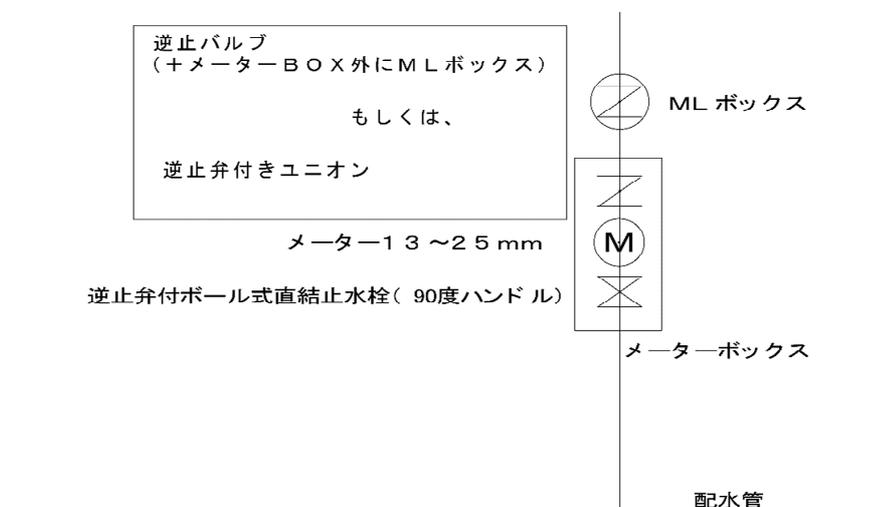

図6-7 逆止弁設置参考図(13～25mm用)
- (1) 直結式給水方式によるものについては、専用・共用、又は連合給水装置ごとに1個とし、メーターの口径は、給水管と同口径とする。ただし、管理者が認めた場合はこのかぎりでない。
- (2) メーターは、官民境界から1m以内で道路側の門・玄関に近接した宅地内の検針が容易な場所に設置すること。ただし、管理者が認めた場合はこのかぎりでない。
- (3) メーターを傾斜して取り付けると感度の低下や耐久力を減ずる原因となるので、水平に取り付けること。
- (4) メーターは、検針及び取替えが容易であり、汚染又は外荷重による破損の恐れがない位置であること。
- (5) メーターは、車の通行しない場所に設置すること。
- (6) 共同住宅等に数個のメーターを並べて設置する場合は、メーターのボックスに部屋番号等を記入し、わかりやすくすること。
- (7) 口径50mm以下のメーターの上流側にはメーター用伸縮止水栓を、75mm以上のメーターの上流側に仕切弁を取り付け、下流側には仕切弁、逆止弁を取り付けること。口径13~25、40mm以下の下流側に逆止弁もしくは逆止弁付きユニオンを取り付けること。（図6-7~10参照）
- (8) メーターボックスは、メーター口径に応じたボックスを使用すること。
- (9) メーターの凍結を防止するため、古い毛布や布切れ等をビニール袋に入れてボックス内につめ保温